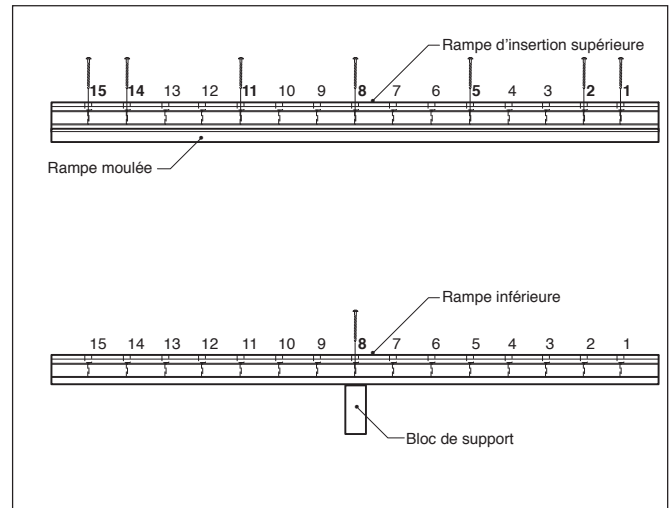
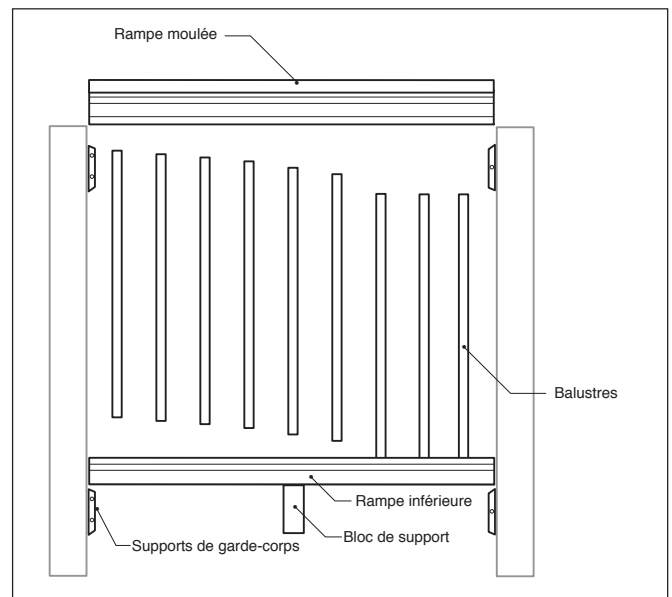

Fig. 1
Fig. 2
Étape 3 : Attachez le bloc de support en bas de la rampe inférieure de 5,08 cm x 10,16 cm (2x4 po) à l'aide de la vis de 10,16 cm (4 po). Le bloc de support est installé sous le trou 8. Si votre rampe n'a pas été raccourcie uniformément des deux côtés, trouvez le trou le plus proche du centre pour fixer fermement le bloc de support. Si ce trou n'a pas été pré-percé, pré-percez avec une mèche de 1/8 po. (**Fig. 1**)
Étape 4 : Attachez les (4) supports de garde-corps DeckoRail® de 5,08 cm x 10,16 cm (2x4 po) aux montants conformément aux instructions ci-jointes.
Étape 5 : Attachez la rampe inférieure de 5,08 cm x 10,16 cm (2x4 po) avec les trous faisant face vers le haut, à l'aide des supports de garde-corps DeckoRail de 5,08 cm x 10,16 cm (2x4 po). Insérez les balustres dans les trous pré-perçés. (**Fig. 2**)
Étape 6 : Attachez la rampe moulée en alignant les trous sur le balustre à une extrémité de la rampe et en progressant vers l'autre extrémité en vous assurant que les balustres sont fixés solidement entre les deux rampes. (**Fig. 2**)